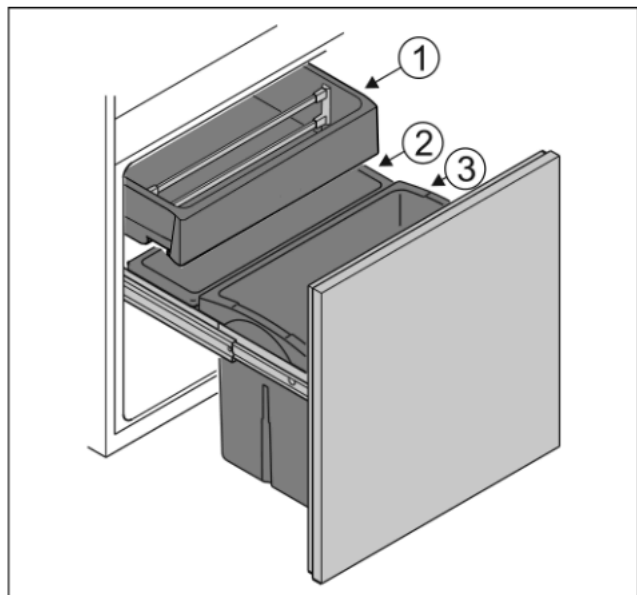

Fig. 4
- ▶ Contenitore Fig. 4 (1) : inserire verdura e frutti tropicali senza confezione.
- ▶ Contenitore Fig. 4 (2) : inserire varietà di frutta e verdura di piccole dimensioni senza confezione.
- ▶ Contenitore Fig. 4 (3) : sistemare bottiglie singole.